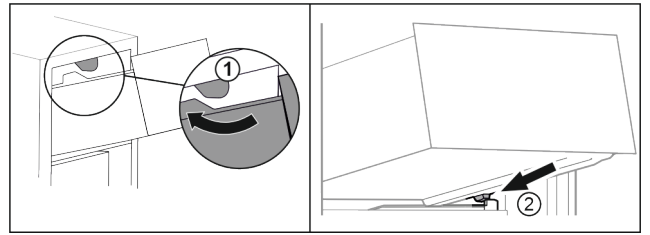

Fig. 18
- ▶ Far passare il cassetto sui fermi superiori. Fig. 18 (1)
- ▶ Applicare il cassetto inclinandolo dietro i fermi inferiori sulla nervatura del contenitore. Fig. 18 (2)